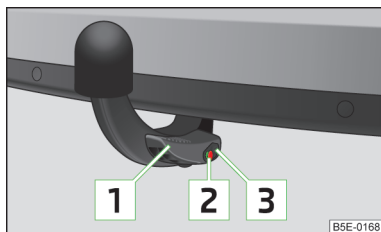

Fig. 102
- > maneta **1** se află sus de tot » fig. 102;